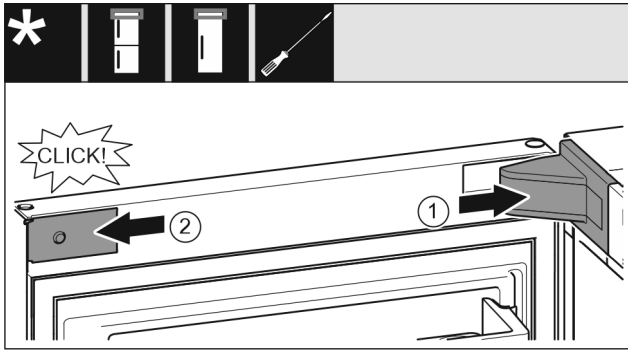

Fig. 65
- ▶ Lagerbockabdeckung Fig. 65 (1) aufsetzen und einrasten, ggf. vorsichtig auseinanderdrücken.
- ▶ Blende Fig. 65 (2) seitlich ansetzen und einrasten.